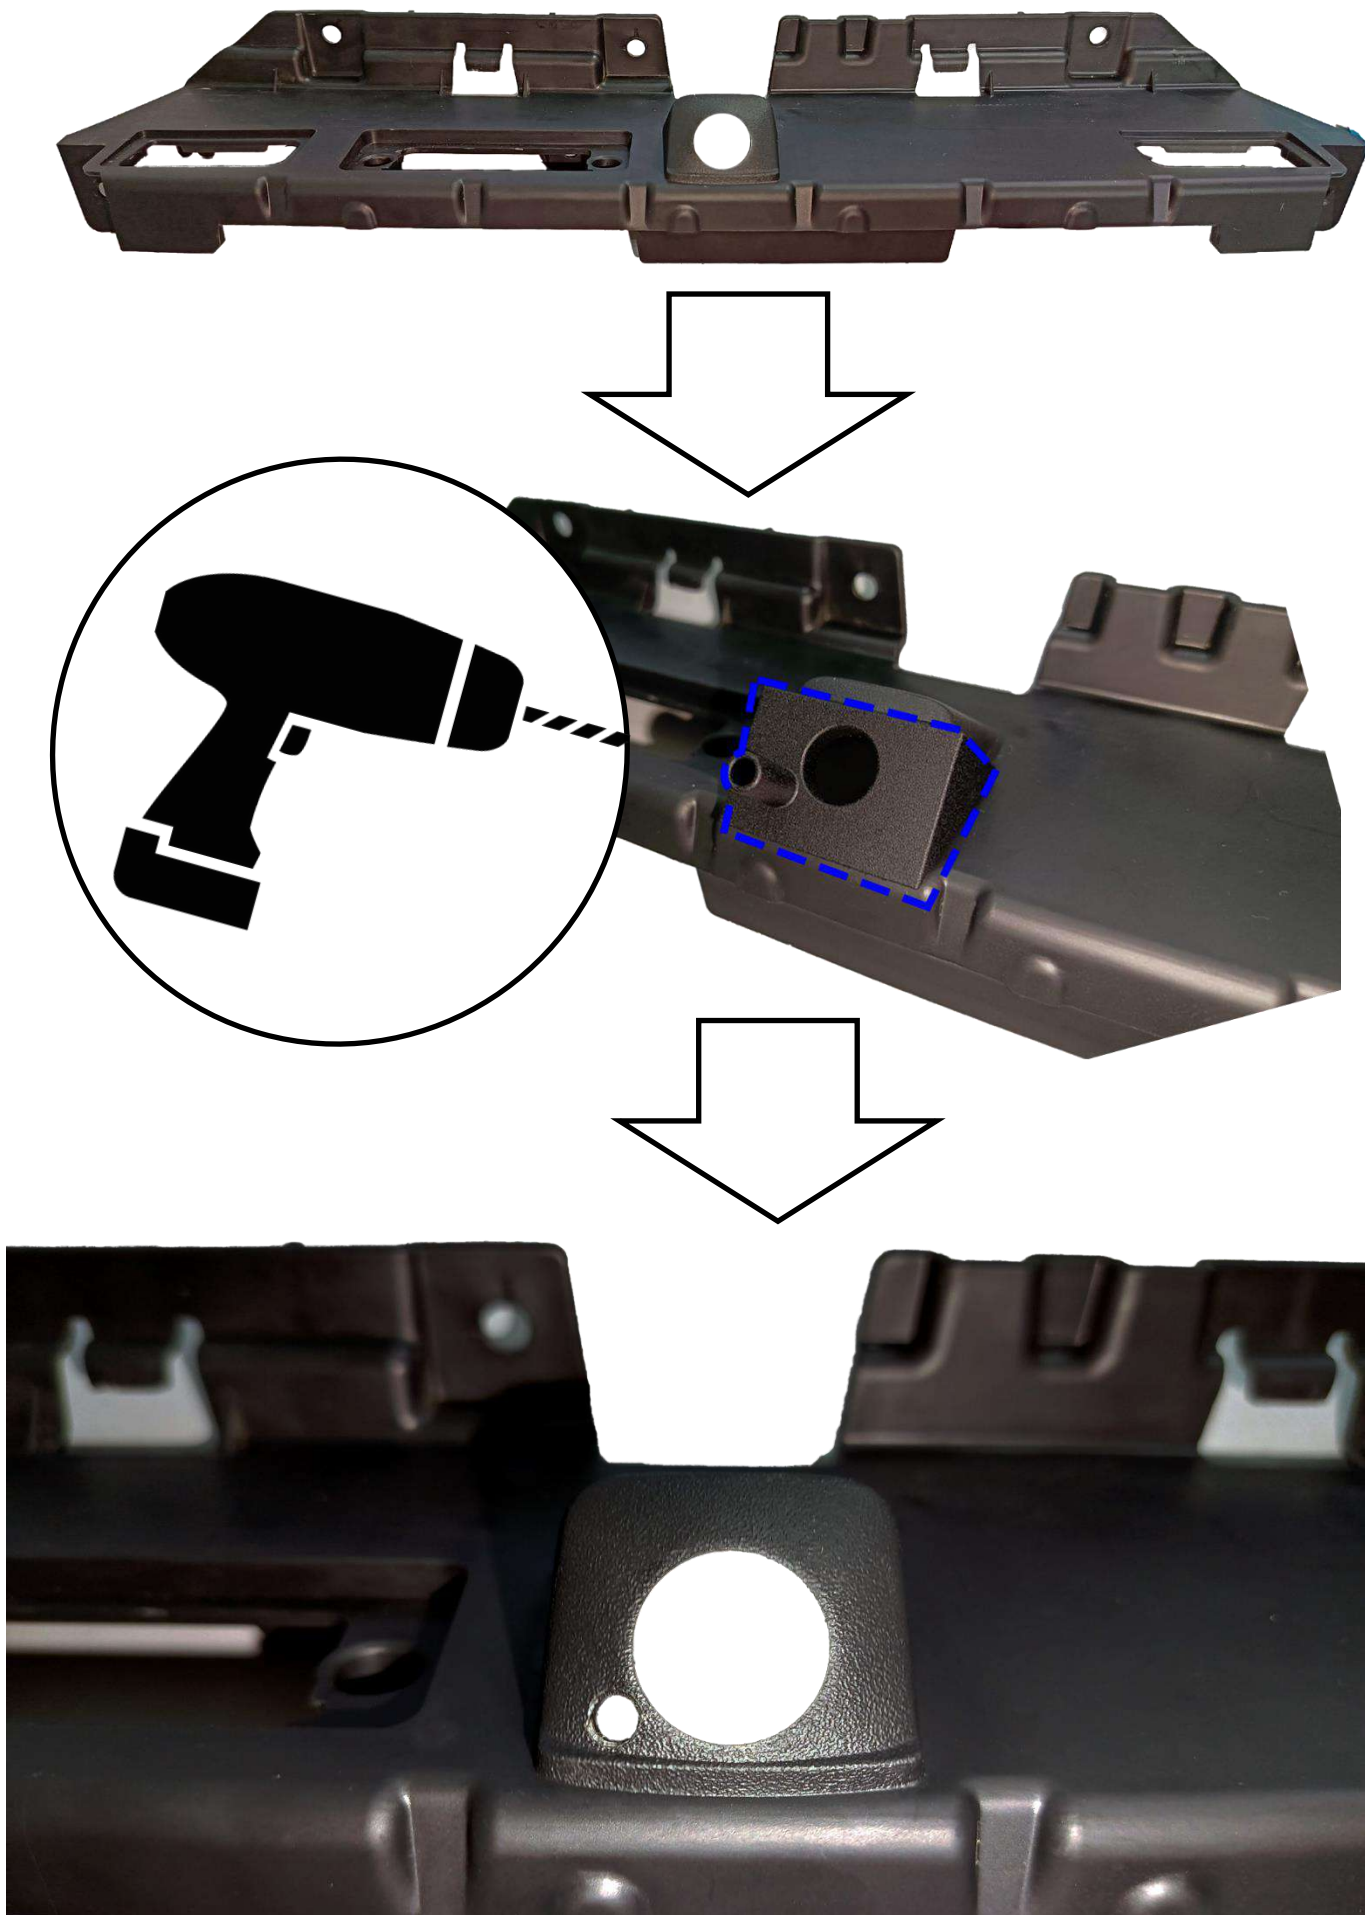

Рисунок 3
- с помощью шаблона просверлить в панели камеры отверстие 4 мм для форсунки (рис.3);